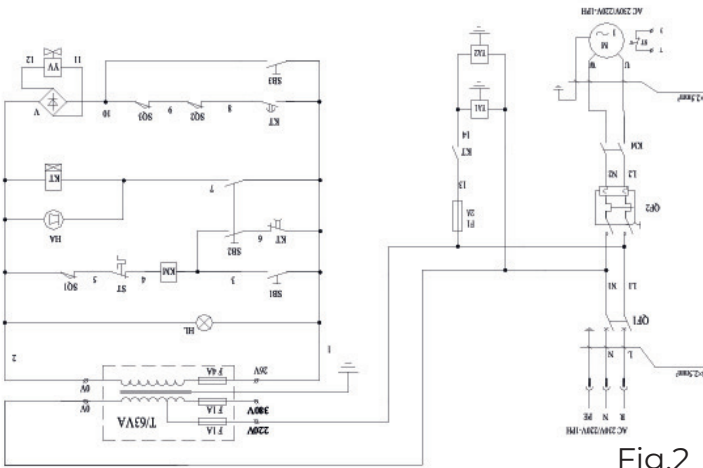

Fig.2
- Maak de elektrische aansluiting op de voedingseenheid aan de hand van het elektrische schema (fig. 2) met behulp van de meegeleverde elektrische kabel.
- Zorg ervoor dat de elektrische aansluitingen in overeenstemming zijn met de schema's Fig. 2